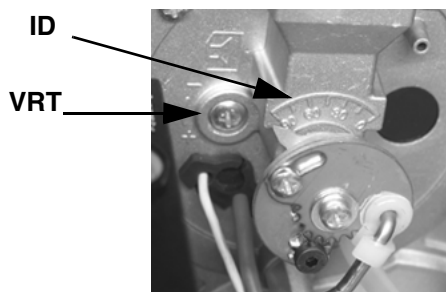
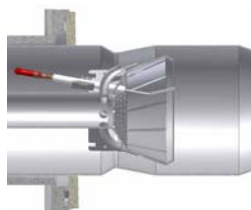
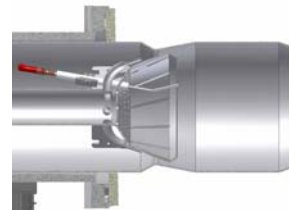

Рис. 5
Рис. 6
Рис. 7
На заводе-изготовителе голова сгорания горелки настраивается на положение максимальной мощности "MAX". Настройка на максимальную мощность соответствует положению головы "выдвинута полностью вперед" - для стандартного типа горелок (Рис. 6) и положению "полностью назад" - для горелок с низкими выбросами NOx (Рис. 7). Установка головы в положении "полностью вперед" - подразумевает под собой ее выдвижение внутрь камеры сгорания котла, в то время положение "полностью назад" означает - в сторону оператора. Что касается работы на сниженной мощности, необходимо последовательно сдвигать голову сгорания по направлению положения "МИН", вращая винт **VRT** (Рис. 5) по часовой стрелке. Индикатор **ID** указывает на сколько перемещается голова сгорания.
- 7 вывести горелку в режим **малого пламени**. Чтобы изменить расход газа - ослабить винт **V1** (Рис. 7) и отрегулировать угол раскрытия дроссельного клапана, при вращении пластинки **C** (по часовой стрелке - уменьшается расход газа,, против часовой стрелки - увеличивается). Индикатор **S** указывает угол раскрытия